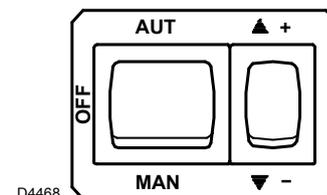

Fig. 20
- 2 Sélectionner le mode de fonctionnement manuel «MAN» (Fig. 20) et effectuer un pré-réglage de la CAME III du servomoteur et de la vis de réglage du POINT 0 comme indiqué dans le Tab. M, puis mettre le brûleur en route.
- 3 Une fois la mise en marche effectuée, amener le servomoteur vers la position de seconde flamme en appuyant sur l'interrupteur «+» (Fig. 20).
- 4 Amener manuellement le servomoteur vers la position de première flamme en appuyant l'interrupteur «-» (Fig. 20).
et si nécessaire procéder à des ajustages supplémentaires des vis de réglage du rapport gaz/air et du POINT 0. À la fin, après s'être assuré que le brûleur est correctement allumé et que la flamme est stable, sélectionner le fonctionnement automatique en réglant le sélecteur sur la position «AUT» (Fig. 20): la modulation aura lieu entre la position du réglage de la CAME III et celle de la CAME I.
S'il faut augmenter l'angle de la came, il faut d'abord augmenter l'angle du servomoteur avec la touche «augmenter la puissance» +)(Fig. 20), puis augmenter l'angle de la **CAME III** et enfin rame-
ner le servomoteur sur la position de puissance MIN avec la touche «diminution de la puissance» -)(Fig. 20).